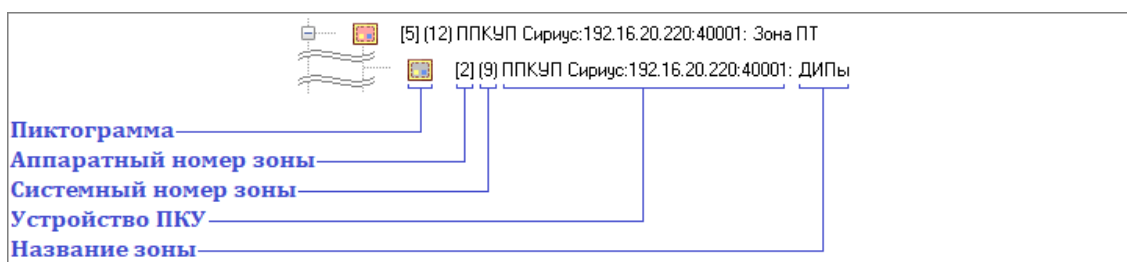

Рисунок 6-296 Отображение объекта "Аппаратная зона" в дереве зон как принадлежащего узлу "Аппаратные зоны"
- узлу «Зона ПТ» (см. Рисунок 6-296),